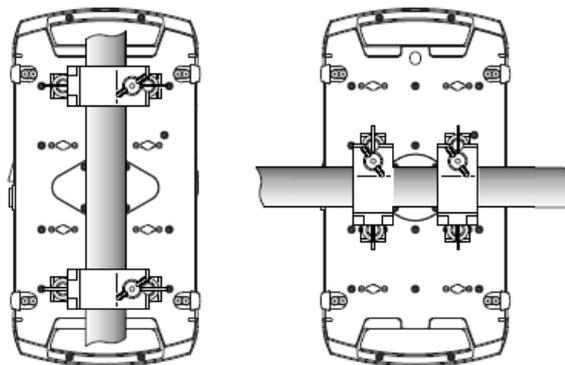

Рисунок 3: Положения монтажных кронштейнов
3. См. Рисунок 3 на стр. 7. Выровнять первую скобу и кронштейн по 2 монтажным точкам в основании и закрепить крепежи на четверть поворота для обоих зажимных приспособлений в соответствующих отверстиях в основании. См. рисунок 4. Повернуть рычаги на крепежах на четверть поворота, 90°, чтобы зафиксировать их. Повторить процедуру со вторым зажимом.